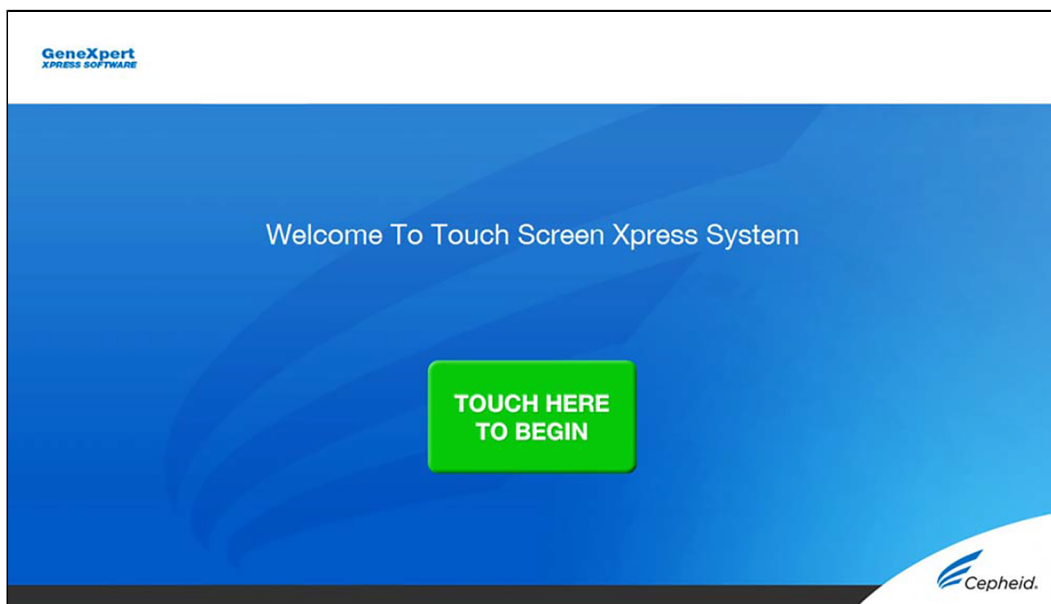

Figure 7. Écran de bienvenue
1. Sur l'écran **Bienvenue (Welcome)**, appuyez sur le bouton **APPUYER ICI POUR COMMENCER (TOUCH HERE TO BEGIN)** (voir la Figure 7).